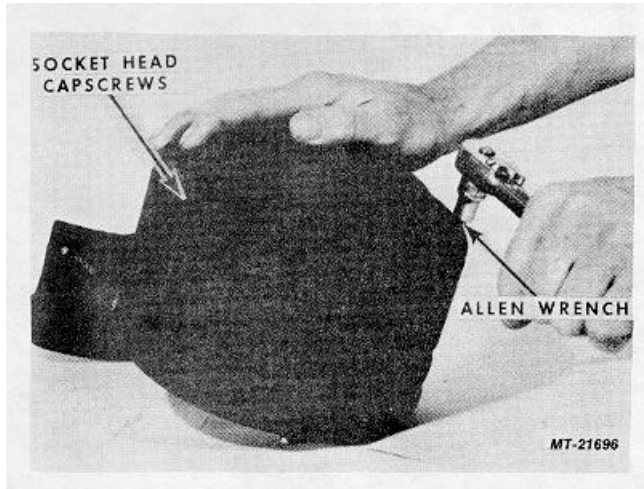

Fig. 4
1. Remove (8) Socket Head Capscrews, Fig. 4.